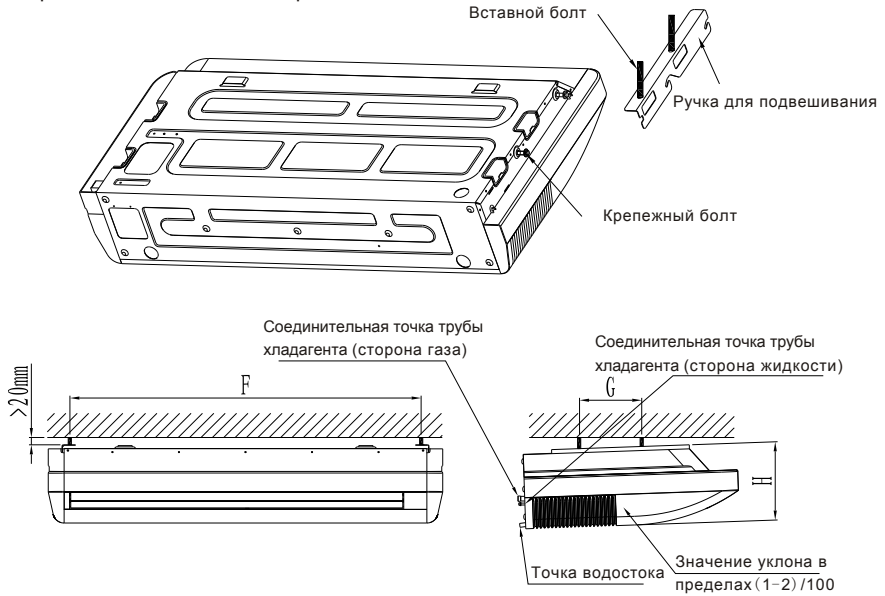

Рис. 17
■ Повесьте систему на ручку для подвешивания, сдвинув ее назад. С обеих сторон надежно затяните крепежными болтами (Согласно Рис. 17)